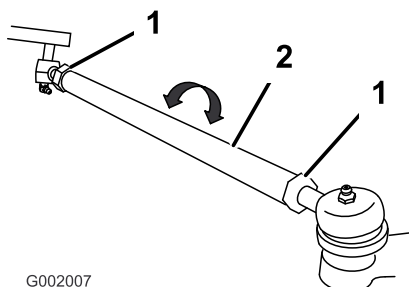

Figura 61
- Si la distancia no está en el intervalo especificado, afloje las contratuercas en ambos extremos de las bielas (Figura 61).